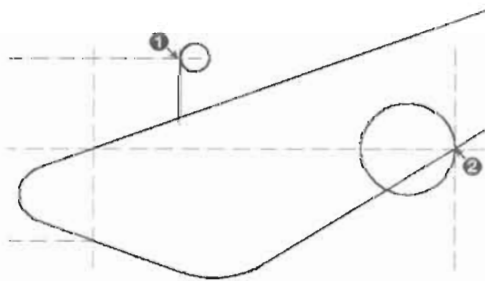

图 3-120
(8) 单击“绘图”工具栏中的“圆”按钮, 用两点法绘制出图 3-120 所示的两个圆, 命令执行过程如下。
指定圆直径的第一个端点: //捕捉如图 3-120 所示的辅助线交点 1
指定圆直径的第一个端点: //捕捉如图 3-120 所示的辅助线交点 2